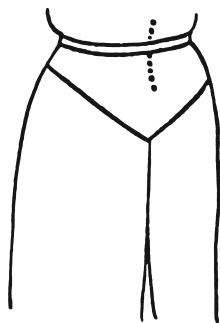
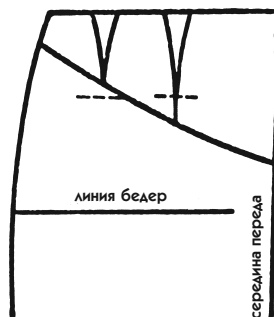

Рис. 223
Рис. 224
На рис. 223 линия кокетки проходит через вершины вытачек на бедрах. Если ее вырезать в том виде, как она представлена на рис. 224
2. Начертите кокетку в соответствии с приведенной моделью (ниже талии по боковому срезу на 4 см, по линии середины переда — на 15 см), как на рис. 224.
- Измените их длину таким образом, чтобы их вершины оканчивались на линии кокетки (на рис. 224 пунктирными линиями показана прежняя длина вытачек).